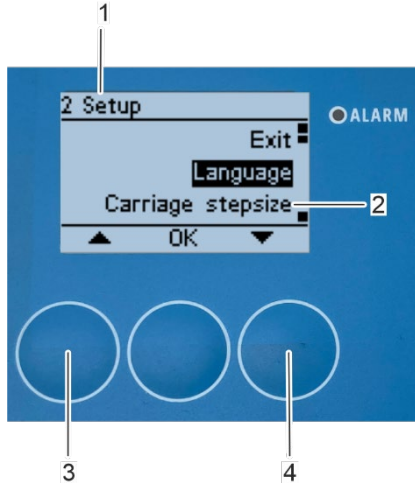

Abbildung 126: Auswahl des Untermenüs „Schrittweite des Schlittens“
2. Öffnen Sie das „Schrittweite des Schlittens“ Untermenü mit [OK] (Abbildung 126/1).